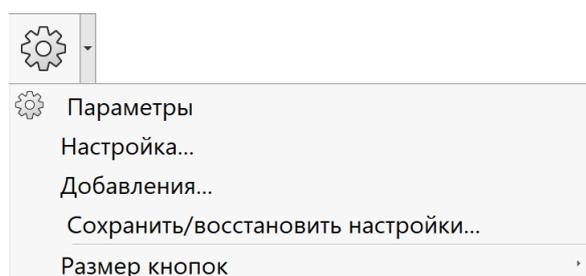

Рисунок 1.5 – Опції
**Опції (Options):** тут можна змінити налаштування SolidWorks, що містять як системні властивості, так і властивості документів. Розширене меню містить параметри «налаштування» та керування надбудовами (рис. 1.5).